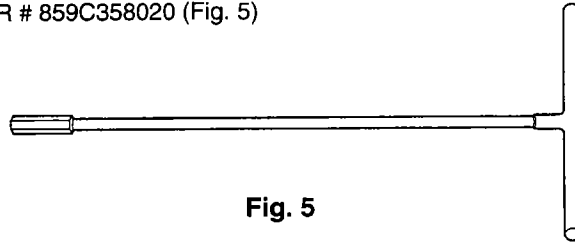

Fig. 5
1. T-TYPE BOX DRIVER # 859C358020 (Fig. 5)